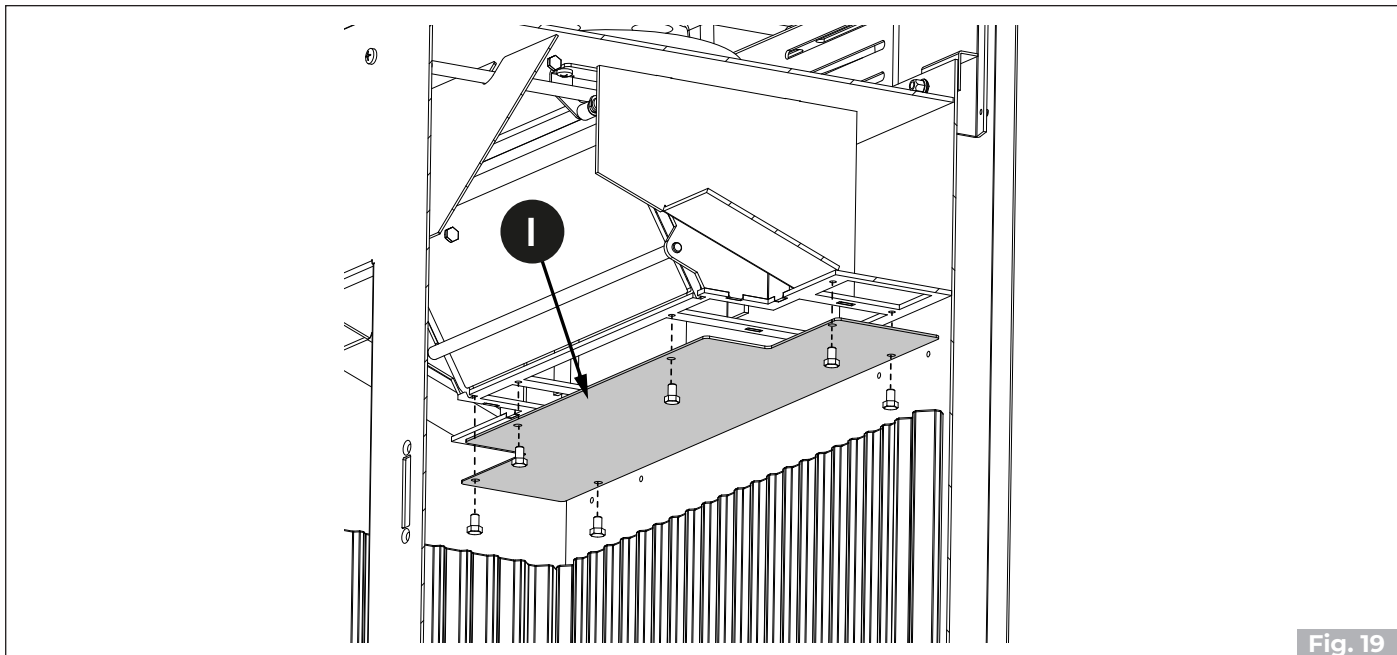

Fig. 19
Skinite poklopac kolektora dimnih plinova (I) ("Fig. 19").